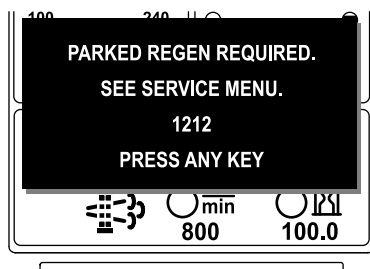

Figura 49
- Regeneración estacionaria necesaria AVISO N° 1212 (Figura 49)